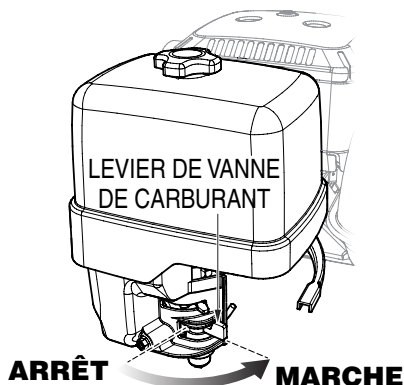

Figure 14. Levier de la soupape de carburant du moteur (position ON)
2. Déplacer le levier de la soupape de carburant (Figure 14) à la position de marche **ON**.